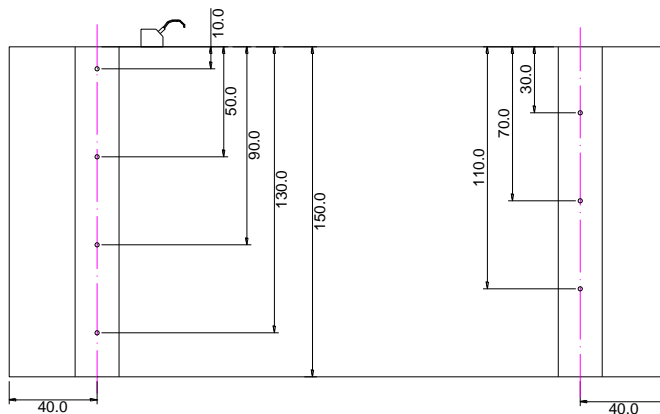
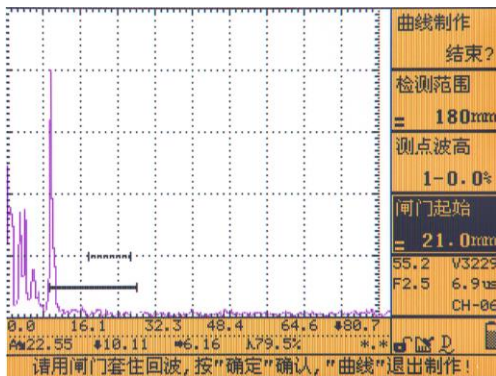
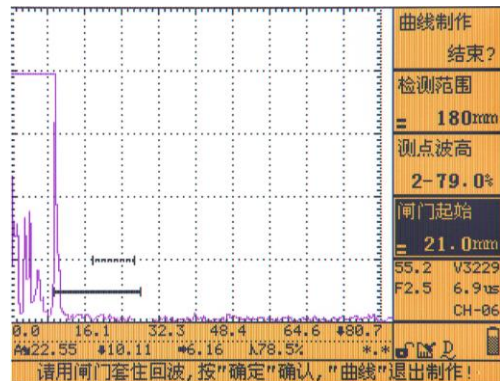

图 4.1
图 4.4
图 4.5
试块：CSK- I A, CSK-III A（图 4.1）
2、将探头放置在 CSK-III A 试块上，如图 4.1，对准第一个测试孔(10mm 深度的孔)，旋转旋轮移动闸门锁定此回波，移动探头直到找到最高回波，按【自动增益】键，使得锁定回波达到 80%，如图 4.4 所示，此时，单击【确认】键，仪器自动记录下该波峰的高度和位置，完成该点的测试，仪器画出一段曲线，如图 4.5 所示。